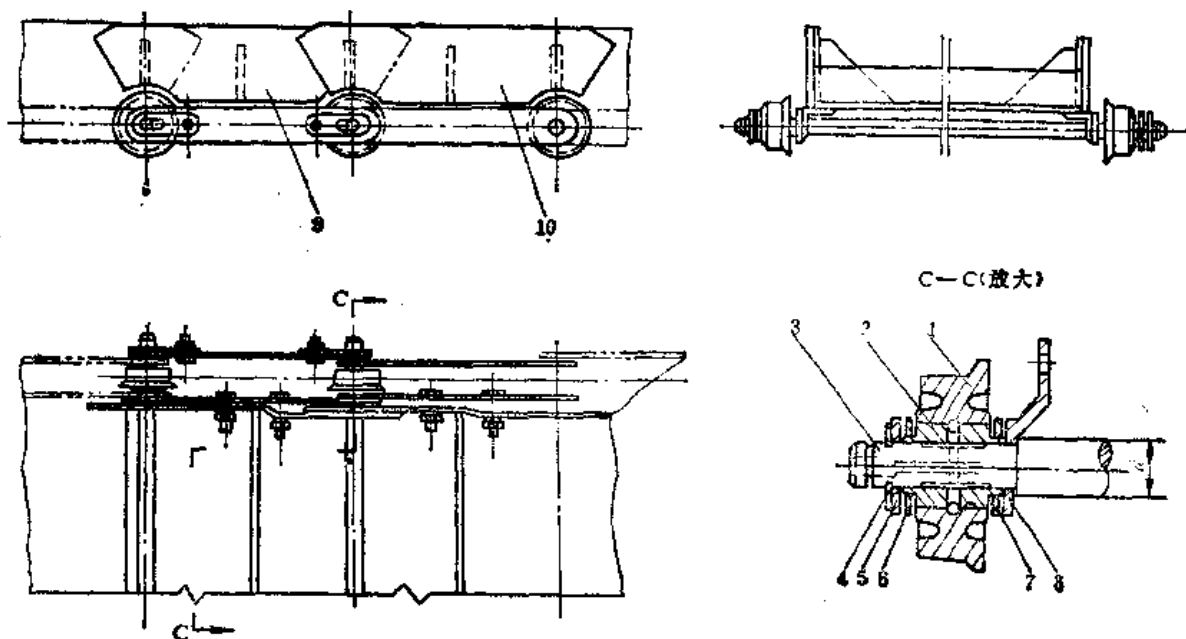

图8-2-6 鳞板输送段
(4) 鳞板输送段 结构如图8-2-6。
2) 滚轮与轴套的修理 如图8-2-6所示。首先把卡板螺栓拧下，卸下卡板。把相邻两根轴的卡板卸下后，才能取下外链板5（也叫圆眼链板）。只有取下内链板后，才能卸下旧滚轮，更换新滚轮。由于轴套是用15钢渗碳淬火，硬度达HRC35~40，故拆卸时不许用锤子直接敲打，防止掉渣划伤皮肤和脸部。滚轮一般无法修复，严重磨损的、掉边的应予换新。轴套磨损较小，一般可以继续使用。